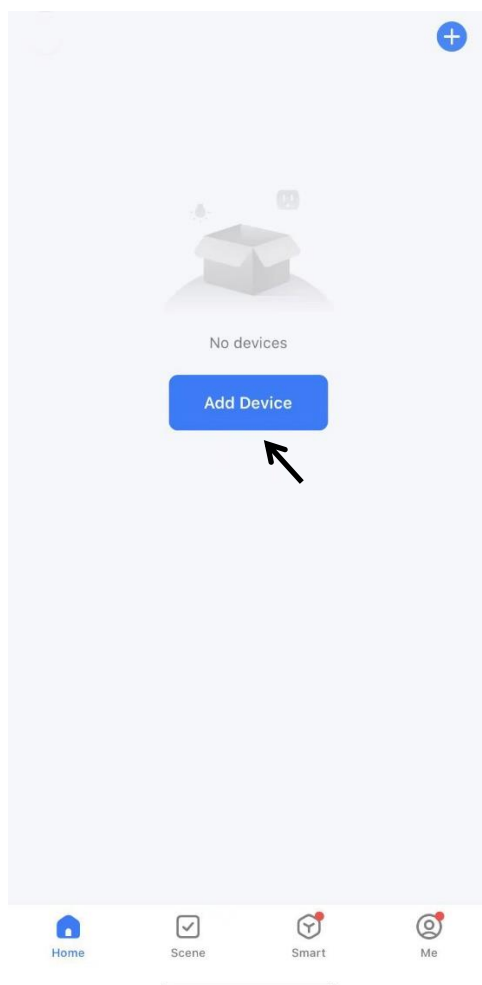

Abb. 1
- Das Gerät muss auf einer ebenen Fläche aufgestellt werden, auf der der Luftauslass nicht blockiert wird. Ein Mindestabstand von 30 cm sollte um das Gerät herum eingehalten werden. **(Abb.1)**
2. Registrieren Sie sich oder melden Sie sich in Ihrem App-Konto an. Tippen Sie oben rechts auf „+“ oder auf die Schaltfläche „Add Device“, um Ihr Gerät hinzuzufügen. (Abb.1)